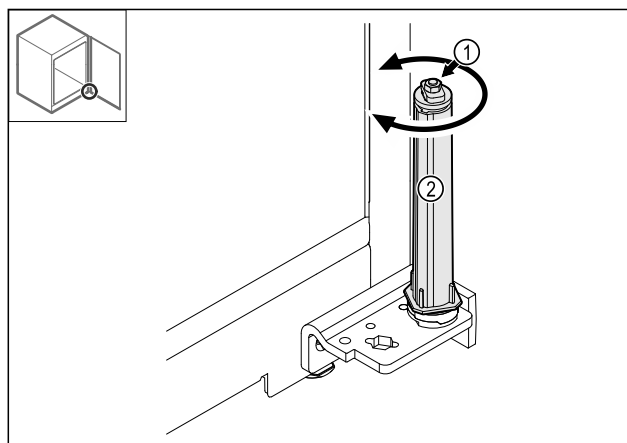

Fig. 37
- Ta inte isär låssystemets förskruvningar Fig. 37 (1).
- Vrid låssystemet Fig. 37 (2) tills det klickar.